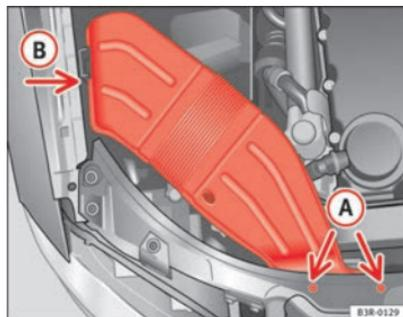

Fig. 188 Conducción de ventilación en el lado derecho del vehículo
- Desenrosque los tornillos **A** ⇒ fig. 188.